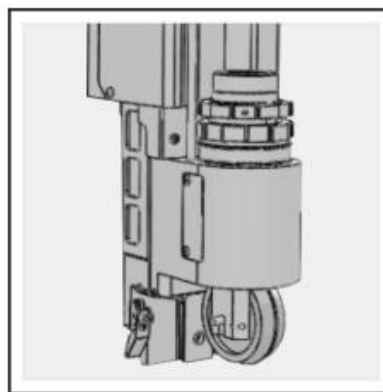

Рис. 30
- Нажмите на колесо. Если оно устойчиво держится и не падает, значит установка произведена правильно (Рис. 30).